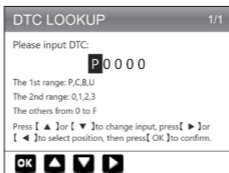

Abbildung 6.1.2
1. Wählen Sie SUCHEN und drücken Sie [OK], um auf diese Funktion zuzugreifen. (Siehe Abbildung 6.1.2) Drücken Sie die Pfeiltasten (nach oben und nach unten) zum Ändern der Eingabe, und drücken Sie dann erneut die Pfeiltasten (nach links und rechts), um die Position auszuwählen. Drücken Sie zur Bestätigung [OK].